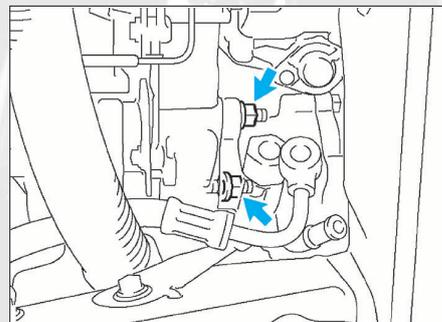

FIG. 15
• Déposer les vis de fixation (flèches) de la pompe de direction assistée, puis la déposer (fig. 15).